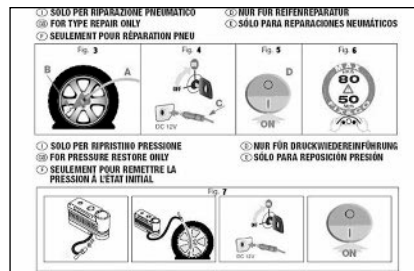

fig. 13
- ☐ folheto de informação (ver **fig. 13**), utilizado para um imediato uso correcto do kit de reparação rápida e em seguida deve ser entregue ao pessoal que deverá manusear o pneu tratado com o kit de reparação dos pneus